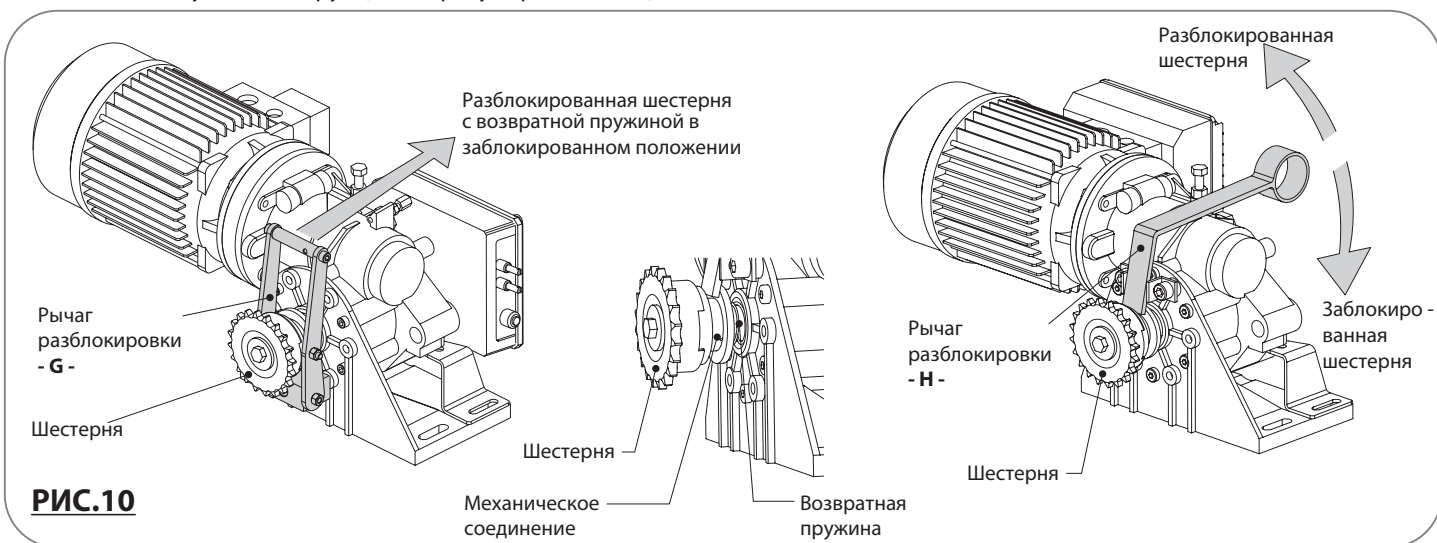
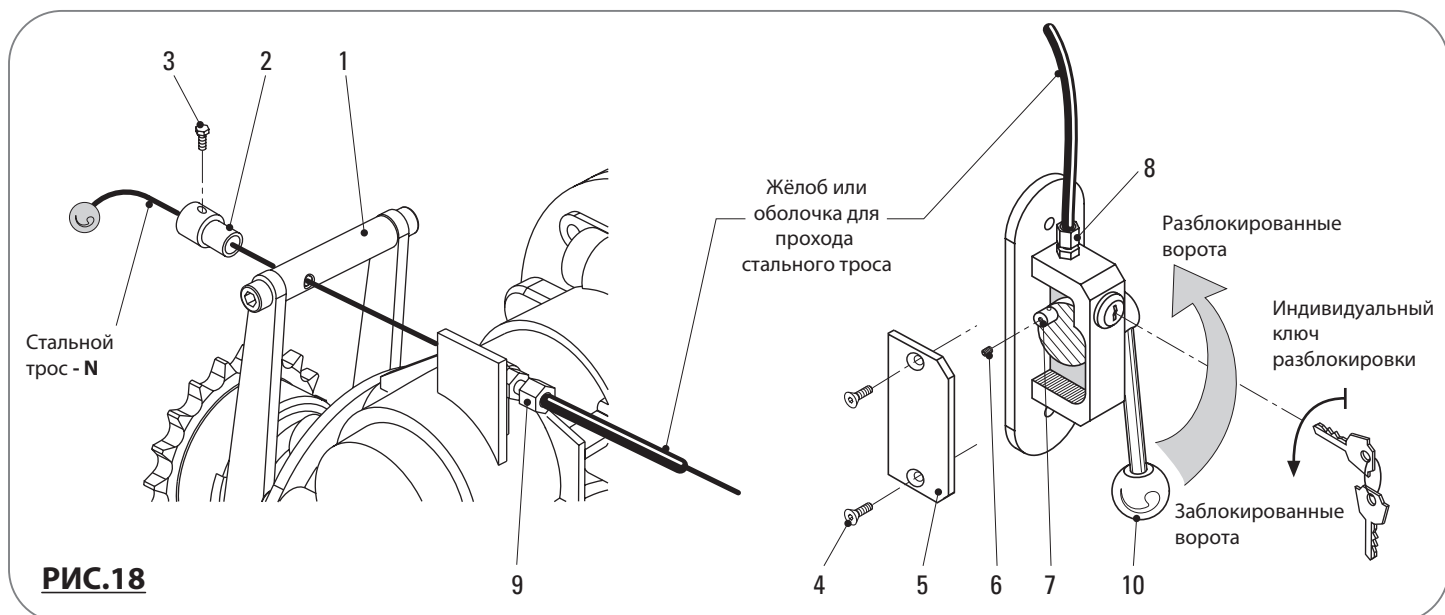

РИС.10
РИС.18
- МЕС 200 LB с разблокировкой тросом (версии **С** и **Д** Рис.1 стр.2): наклоните **рычаг разблокировки - G** до разъединения **шестерни** от **механического соединения**(Рис.10); сделать это возможно соединив тросом рычаг разблокировки на привод с разблокировкой на стене. (Смотри монтаж Разблокировки тросом, Рис. 18 стр.8)
- МЕС 200 LB с рычажной разблокировкой (версии **А** и **В** Рис.1 стр.2)- поднимите **рычаг — Н** так чтобы **механическое соединение** разъединилось от **шестерни** (Рис.10).
Операции установки, изображённые на Рис. 18:
Для ручной разблокировки с тросом, в первую очередь, освободите **рычаг разблокировки (10)** на стене поворотом **индивидуального ключа - P** против часовой стрелки, затем поднимите его, разъединя шестерню от привода Мес 200 LB (Рис.18).